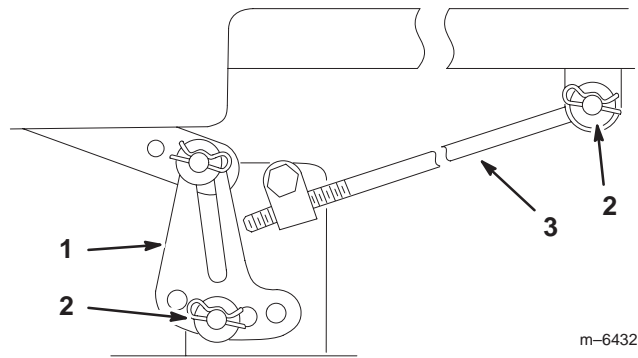

Figure 46
Remarque : Avant de déposer le plateau de coupe, notez quels trous sont utilisés pour les pattes de mise à niveau (Fig. 46).
5. Retirez la goupille fendue et la rondelle de la tige de réglage (Fig. 46) de chaque côté du plateau de coupe.
6. Enlevez la goupille fendue et la rondelle des pattes de mise à niveau (Fig. 46) de chaque côté du plateau de coupe. Notez le trou de montage de la patte de mise à niveau en prévision de la repose. Dégagez les pattes de l'axe de montage.
5. Fixez la tige de réglage à la machine à l'aide de la rondelle et de la goupille fendue (Fig. 46) de chaque côté du plateau de coupe.
6. Glissez les pattes de mise à niveau sur les axes de montage et fixez-les à l'aide des rondelles et des goupilles fendues (Fig. 46).